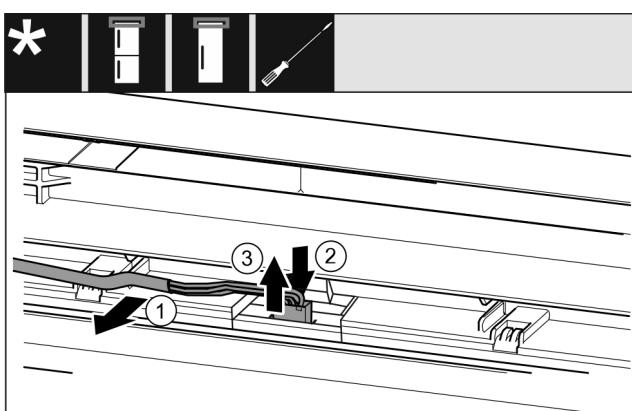

Fig. 7
- ▶ Sivý kábel opatrne uvoľnite z vedenia vo dverách. *Fig. 7 (1)*
- ▶ Sponu za zástrčkou potlačte dozadu. *Fig. 7 (2)*
- ▶ Zástrčku opatrne vytiahnite nahor. *Fig. 7 (3)*